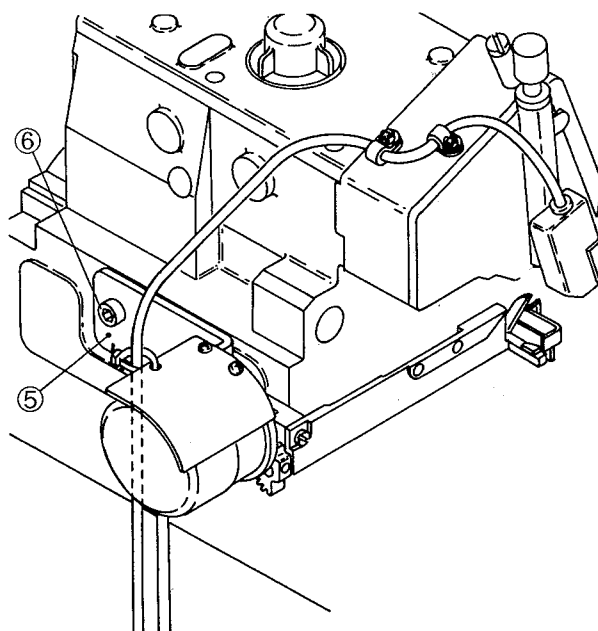

図9
- 3) 駆動ギヤ④と従ギヤ①にわずかなガタができるように、ソレノイド取付板⑤を止ネジ⑥2個で締めてください。(図9)